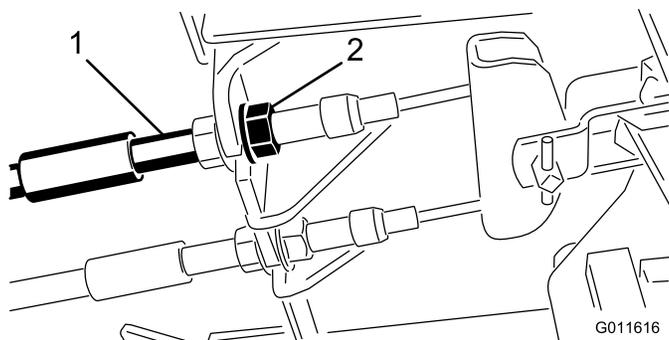

Figura 74
1. Para reduzir a folga dos pedais dos travões, aperte os travões desapertando a porca dianteira que se encontra na extremidade roscada do cabo dos travões (Figura 74).